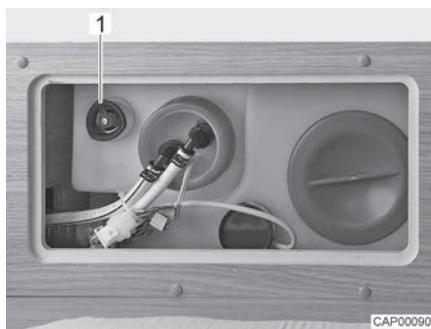

Fig. 142 Serbatoio dell'acqua con maniglia girevole
- Sul serbatoio dell'acqua ruotare la maniglia girevole (Fig. 142,1) in senso antiorario, oltre la resistenza verso l'esterno fino all'arresto, per aprire completamente l'apertura di scarico.